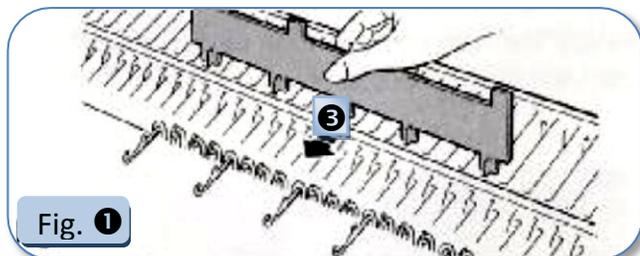

Fig. 1
3. Pousser **1 aiguille sur 4** de la position « B » à la position « D » à l'aide du sélecteur d'aiguilles 1:3 en commençant par l'aiguille de l'extrémité gauche. (Fig. 1)